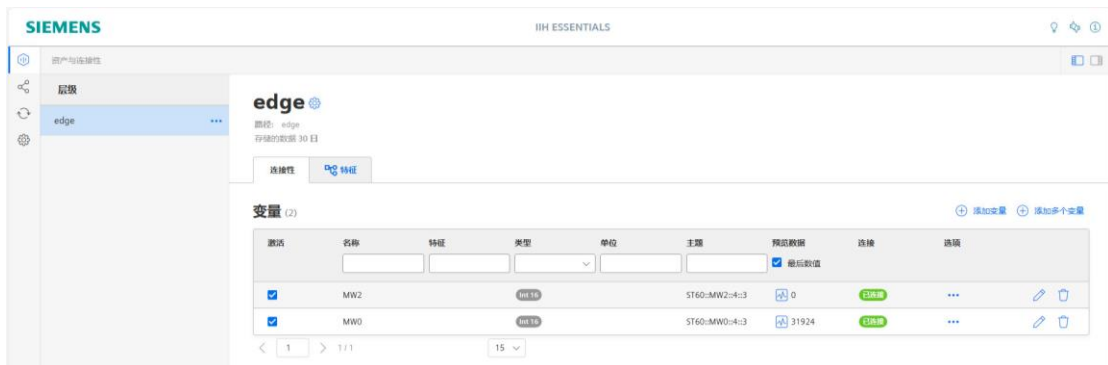

图 4.3.7 样例 IIH Essential Overview
3. 在 IIH Essential Overview 中可观察连接的变量数值。如图 4.3.7。